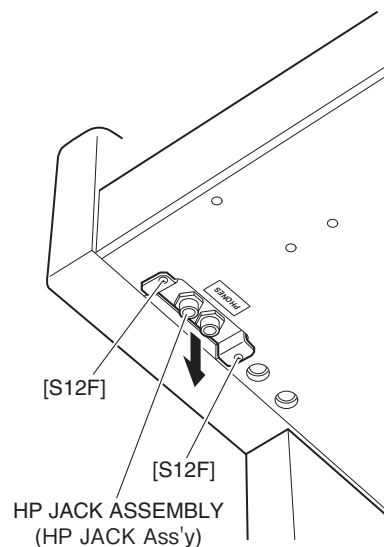

Fig. 9 (図9)
- 14-1 Remove the two (2) screws marked [S12F] from the bottom of the main unit. The HP JACK assembly can then be removed. (Fig. 9)
- 14-1 メインユニット下面から [S12F] のネジ 2 本を外して、HP JACK Ass'y を外します。(図 9)